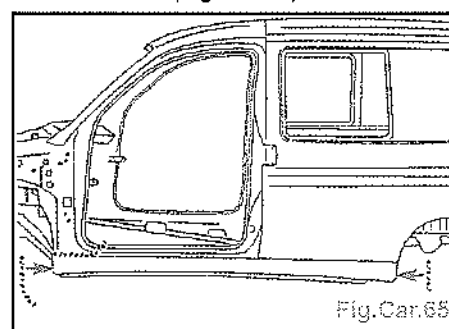

Fig. Car.65
- Appliquer un mastic à lisser au pinceau : référence A4 (Fig. Car.65).